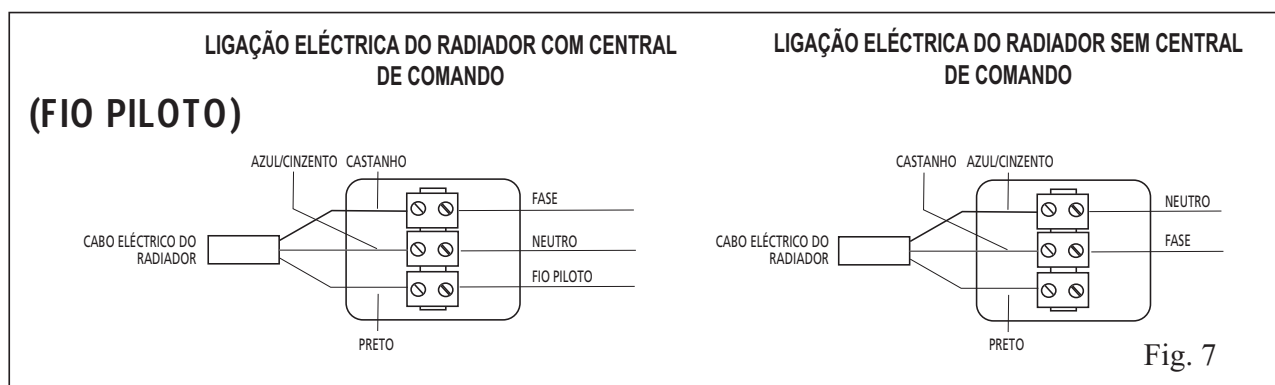

Fig. 7
Na ausência de um fio piloto (fio preto), isole a ligação, de acordo com as normas aplicáveis. Nunca ligue nenhuma parte do aparelho directamente à terra (fig. 7).
- sejam respeitadas as cores dos fios ao ligar o aparelho à rede de alimentação de 230 V 50 Hz (fig. 7).